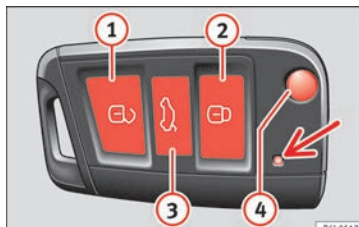

Bild 130 Tilldelning av knapparna på fjärrkontrollsnyckeln.
Genom att använda knappen **(4)** » **bild 130** på fjärrkontrollen fälls nyckeln ut.
Låsa upp fordonet **(2)** » **bild 130** **(1)**.
Låsa fordonet **(1)** » **bild 130** **(2)**.
Låsa upp bakluckan. Tryck på knappen **(3)** » **bild 130** **(3)** tills alla blinkers på fordonet blinkar kort. När upplåsningsknappen **(3)** trycks in har du 2 minuter på dig att öppna dörren. När den tiden har passerat låses den igen.
Dessutom blinkar batteriindikatorn på nyckeln » **bild 130**.
- Tryck på -knappen ② » bild 130 på fjärrkontrollen.
- Tryck på -knappen ① » bild 130 på fjärrkontrollen.